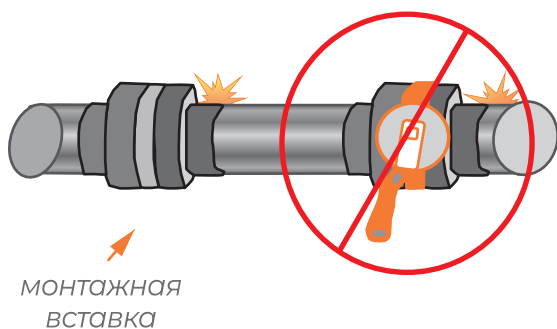

Рисунок 8
**3.1. Использование монтажной вставки (предпочтительный способ монтажа, рис. 8).** В данном случае приварка фланцев к трубопроводу осуществляется с помощью установленной между фланцем монтажной вставки. После окончательной приварки фланцев вставка